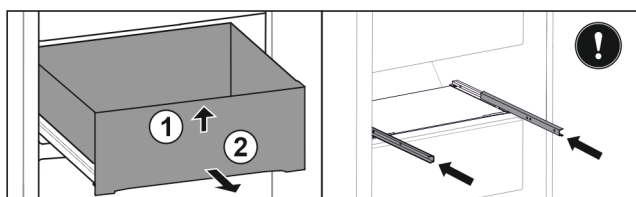

Fig. 134
- ▶ Ridicați sertarul în față. Fig. 134 (1)
- ▶ Extrageți sertarul spre înainte. Fig. 134 (2)